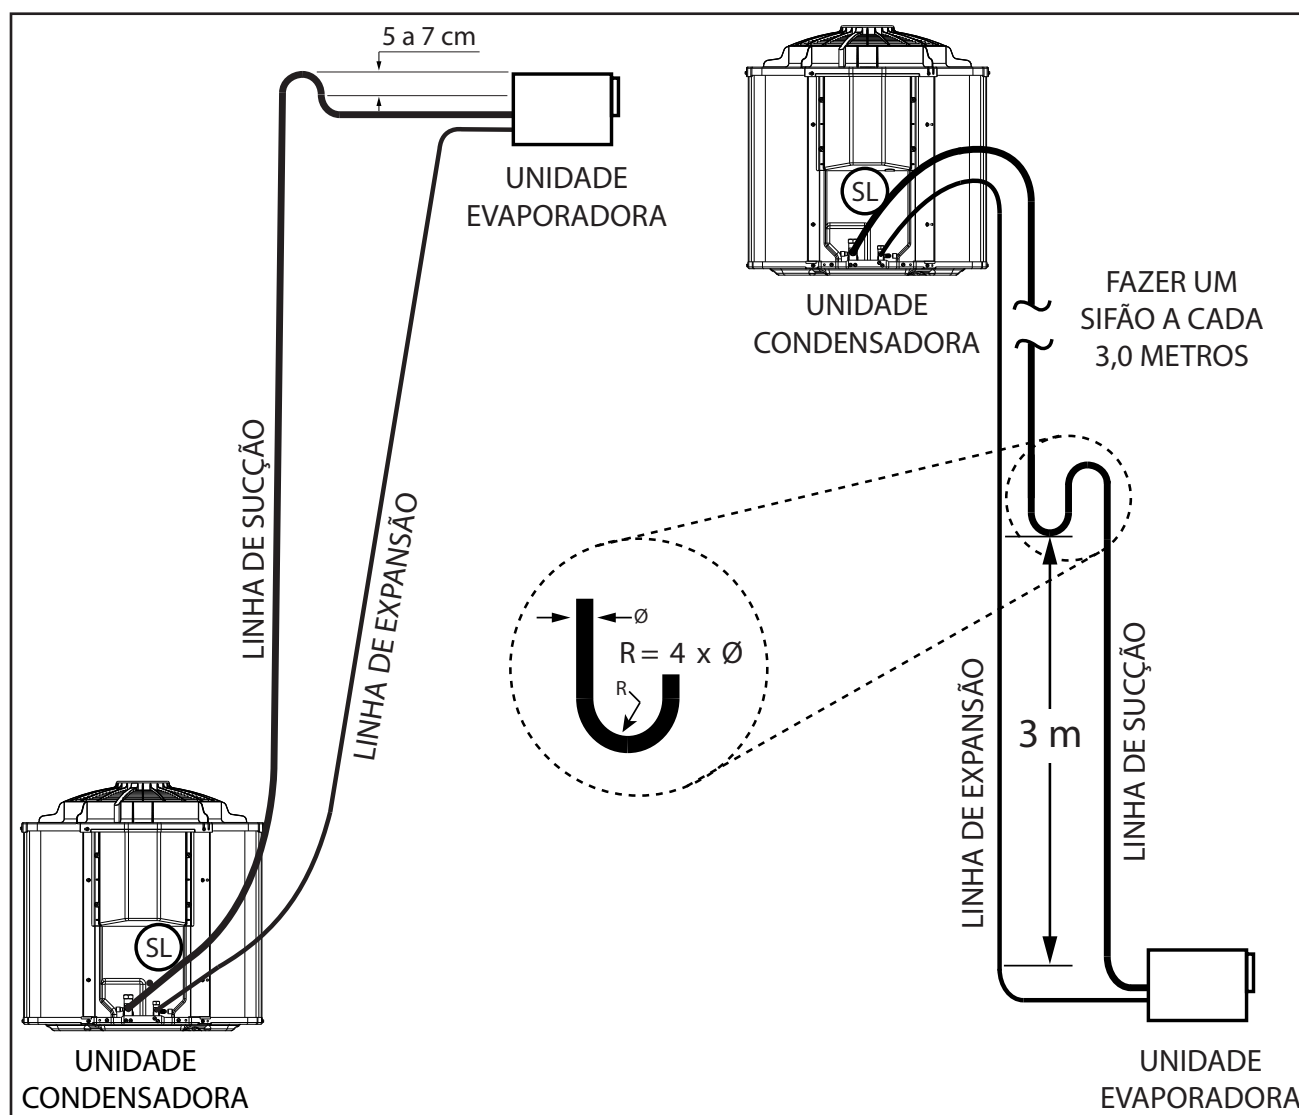

FIG. 30 - INSTALAÇÃO LINHAS DE INTERLIGAÇÃO
- Iº Elevar a linha de sucção acima da unidade evaporadora antes de ir para a unidade condensadora 5 a 7 cm, quando a evaporadora estiver acima ou no mesmo nível da condensadora. (Fig. 30)
- 2º Quando a unidade condensadora estiver em um nível superior ao da unidade evaporadora, fazer sifões nas subidas da linha de sucção a **cada 3,0 m**, considerando desde a saída da evaporadora. (Fig. 30).